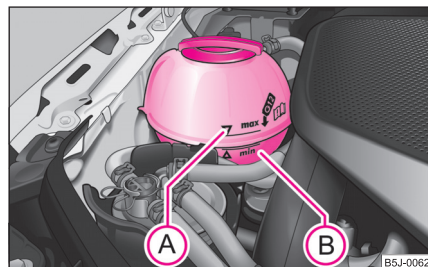

Abb. 172 Motorraum: Kühlmittel-Ausgleichbehälter
- Prüfen Sie den Kühlmittelstand am Kühlmittel-Ausgleichbehälter ⇒ Abb. 172. Der Kühlmittelstand muss bei kaltem Motor zwischen den Markierungen „MIN“ (B) und „MAX“ (A) liegen. Bei warmem Motor kann er auch etwas über der Markierung „MAX“ liegen.
- Legen Sie einen Lappen auf den Verschlussdeckel des Kühlmittel-Ausgleichbehälters ⇒ Seite 188, Abb. 172 und schrauben Sie den Deckel **vorsichtig** linksherum ab ⇒ .